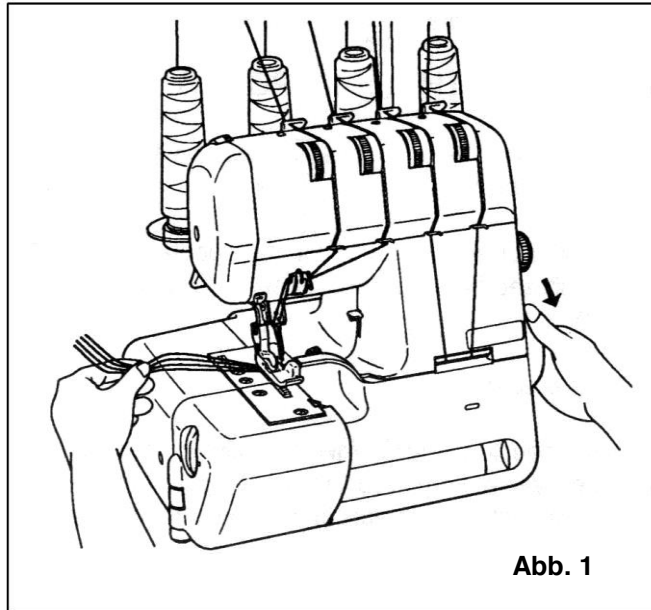
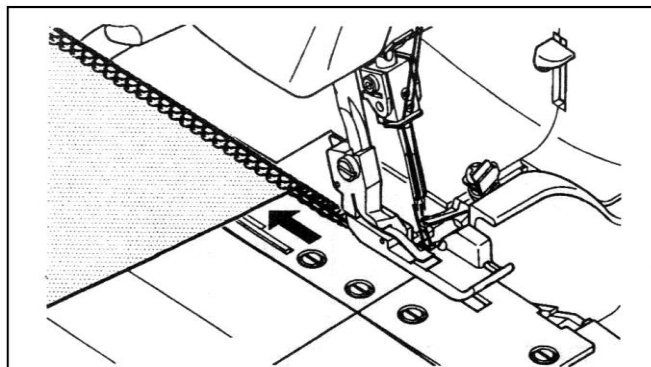

Abb. 1
Abb. 2
Ziehen Sie den Konverter wie in Abb. 1 dargestellt heraus.
Bringen Sie den Zweifadenkonverter wie in Abb. 2 und 3 abgebildet am Obergreifer an.
2. Nach Abschluss der Näharbeiten bringen Sie den Rollsaumfinger wieder an. Bitte stellen Sie sicher, dass der Rollsaumfinger bis zum Anschlag eingeschoben ist (siehe Abb. 1).
Die Standardeinstellung ab Werk beträgt 6 mm. Stellen Sie die Breite auf „5“, falls die Kante sich während des Nähens einrollt (siehe Abb. 1). Stellen Sie die Breite auf „7“, falls sich lose Schlingen an der Kante bilden (siehe Abb. 2).